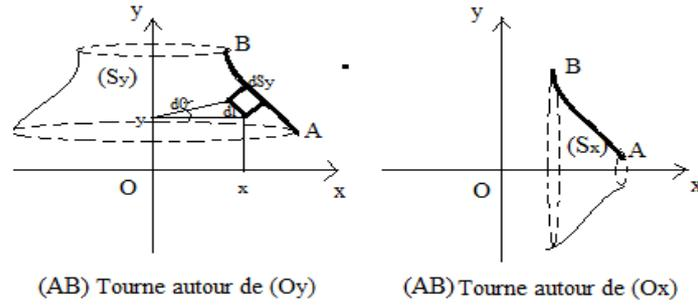

Figure III.11
Soit (AB) une courbe homogène de longueur (l) et de masse m_s , est située dans un plan (O, x, y) et ne coupe pas les axes (Ox, Oy) Figure III.11. La rotation de (AB) autour de l'axe (Oy) engendre une surface (S_y) et la rotation de (AB) autour de l'axe (Ox) engendre une surface (S_x).